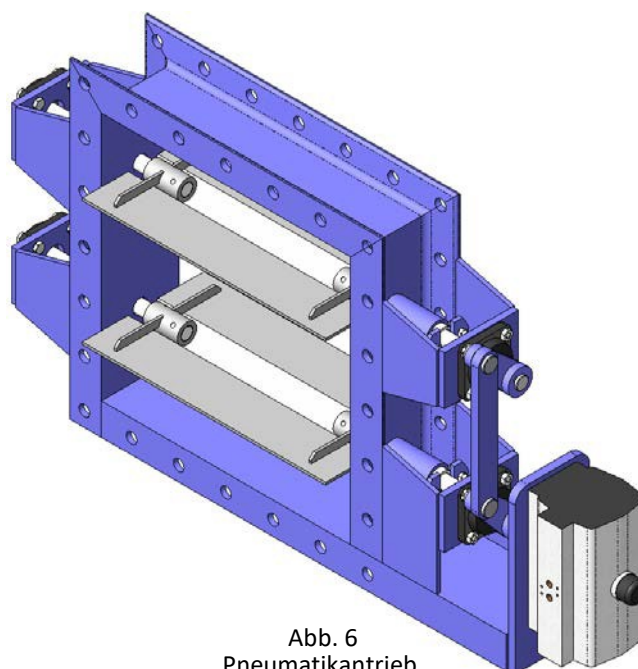

Abb. 6
- Am häufigsten werden für diese Art von Jalousieklappen Antriebe mit Vierteldrehung verwendet (Abb. 6 und 7). Diese werden direkt auf der Antriebswelle montiert.